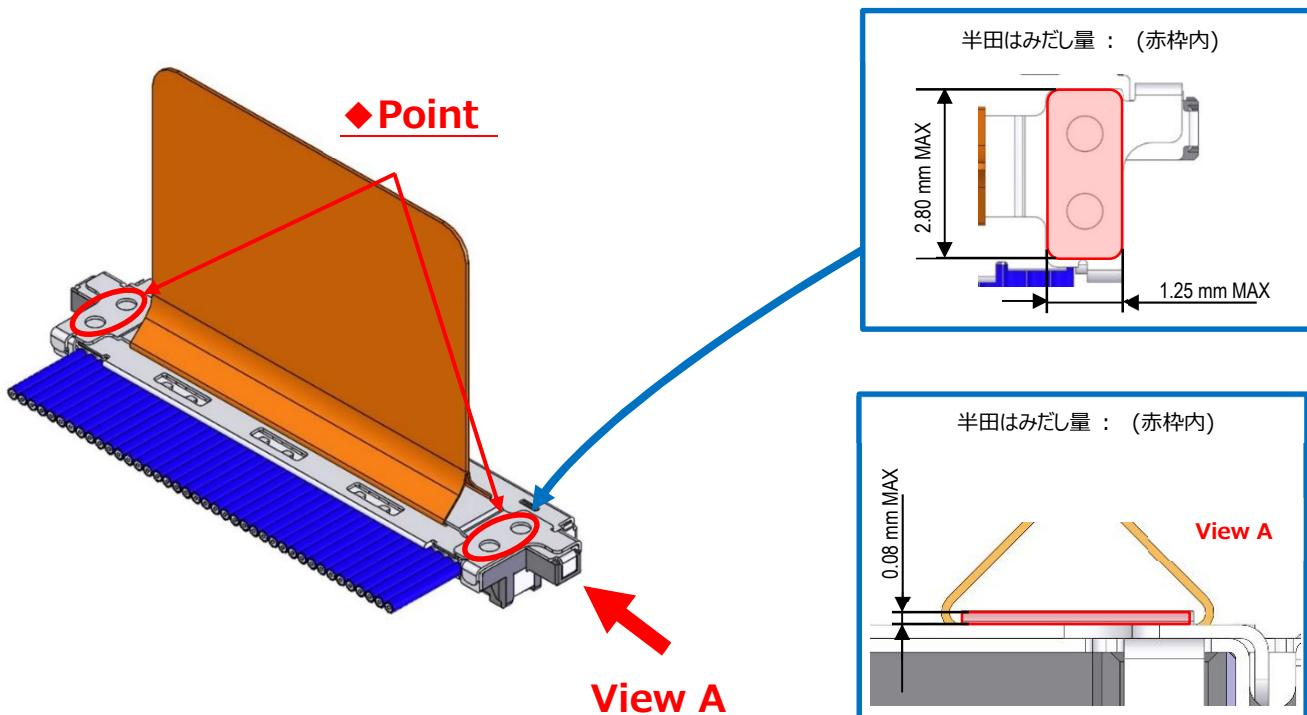

図.13 Pull Tape Holder 半田付け
- ③ Pull tape holder と shell-A を半田コテにて半田付けする。（図.13◆部）